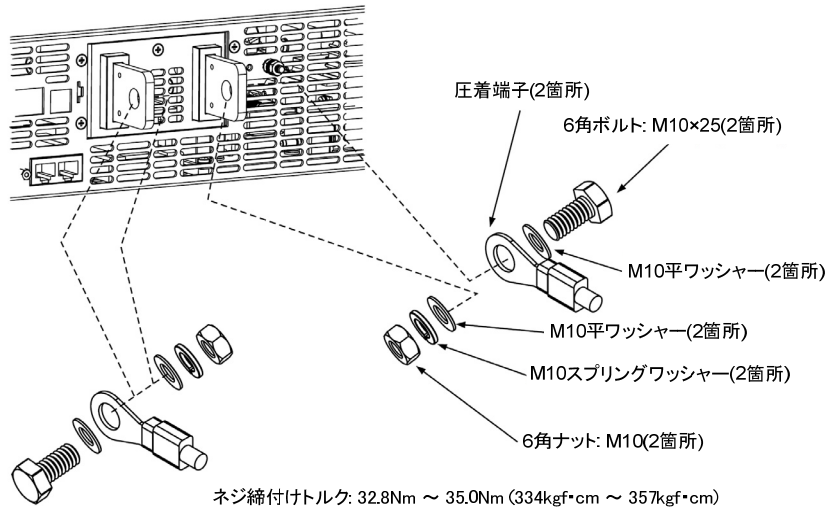

図 2-18 負荷線の接続方法(8V~100V 出力電圧モデル)
- ◆ 本器のバスバーに負荷線を接続する場合は、下図 2-18 を参照してください。